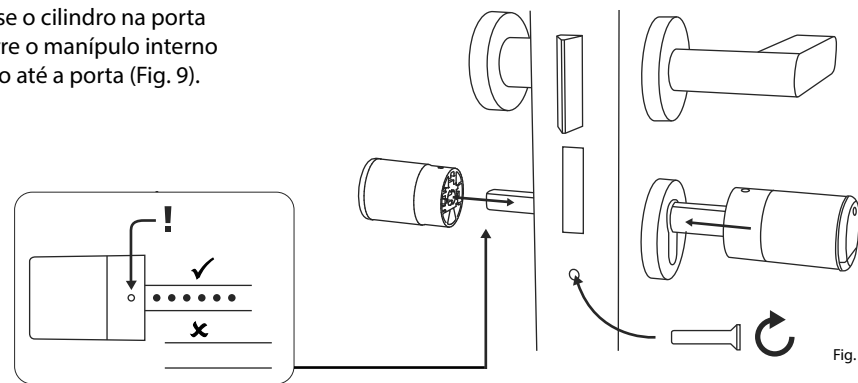

Fig. 9
⑥ Aparafuse o cilindro na porta e empurre o manípulo interno e externo até a porta (Fig. 9).